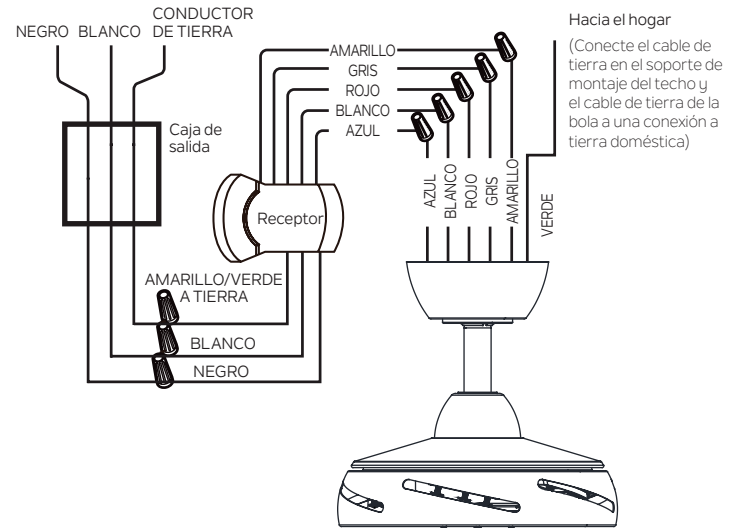

Figura 13
Paso 1. El cable de tierra (verde) del soporte de montaje del techo y el cable de tierra (verde) de la bola se conectan al conductor de tierra de la caja de salida del techo **(Figura 13)**.